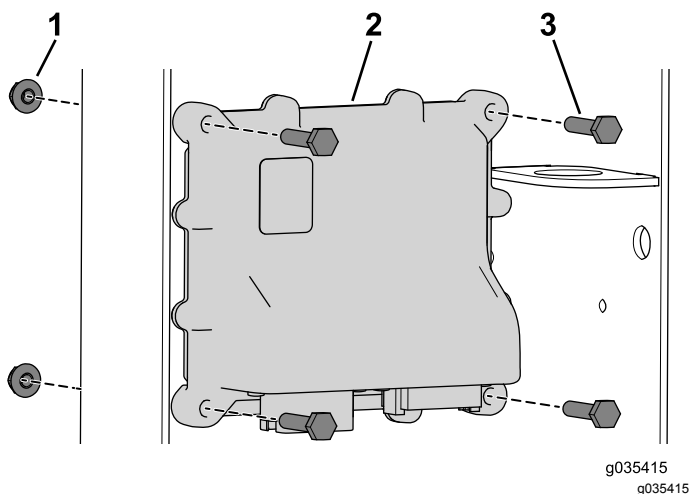

Figure 12
- Fixez le contrôleur à l'aide des 4 boulons (1/2 x 3/4") et écrous à embase (Figure 12).